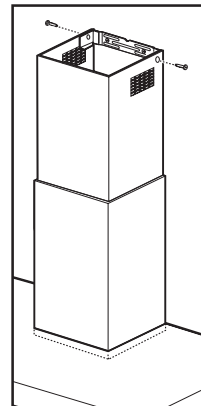

Bild 13b
- Den oberen Teil des Kamins darauf tun und sie mit zwei Schrauben an den Kaminhaltersteigbuegel darauf befestigen . **Bild 13b**